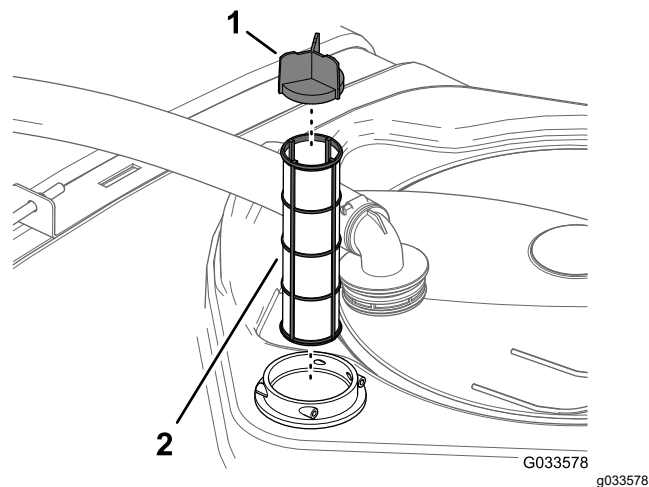

**Figura 88**
2. En la parte superior del depósito de fumigación, retire la horquilla de retención que sujeta el acoplamiento que está conectado a la manguera grande y al alojamiento del filtro (Figura 88).
3. Retire la manguera y el acoplamiento del alojamiento del filtro (Figura 88).